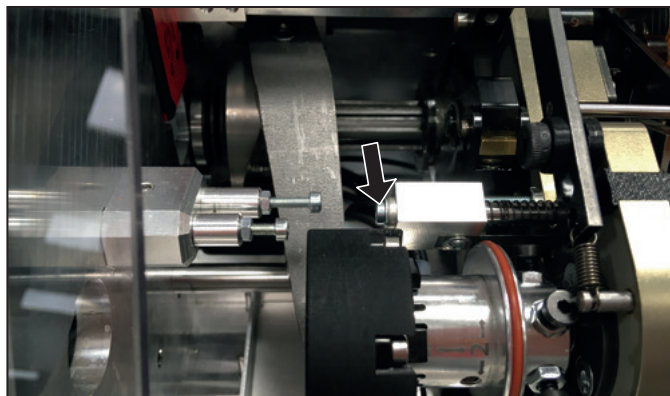

Bild 8.3 Ta bort kapknivhållaren
- Ta bort fästskruven till kapknivhållaren, se Bild 8.3.